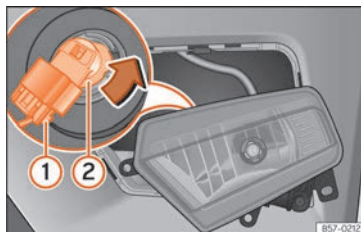

Fig. 113 Faro antiniebla: desmontar el porta-lámparas
4. Extraiga el conector » » » **fig. 113 (1)** de la lámpara.
5. Gire el portalámparas » » » **fig. 113 (2)** a la izquierda y tire.